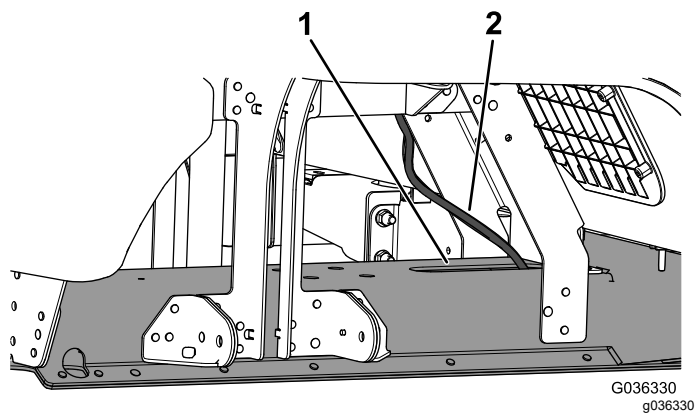

Рисунок 7
5. Проложите комплектный шланг через отверстие в верхней части швеллера рамы (Рисунок 7).